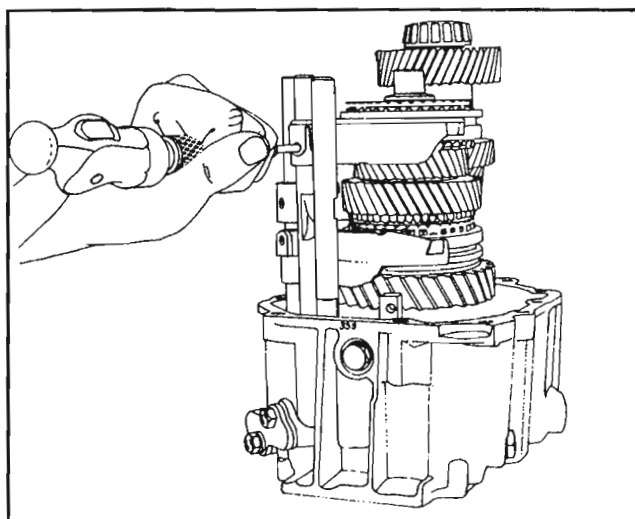

Fig. 23
Saque el pasador helicoidal (124) de la horquilla de 3ª/4ª. Fig. 23